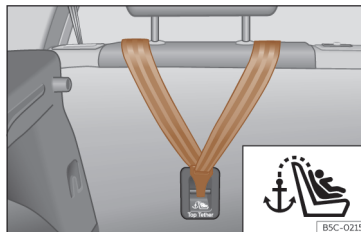
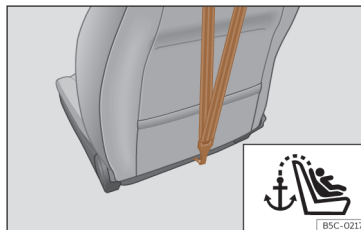

Fig. 40 Parte posterior dos bancos traseiros: fixação para o cinto Top Tether.
Fig. 41 Parte posterior do encosto do banco do passageiro: fixação para o cinto Top Tether (não está disponível em todos os mercados).
As cadeiras infantis com sistema Top Tether incluem uma correia adicional para fixação a um ponto de fixação no veículo. Este ponto de fixação encontra-se na parte traseira do encosto do banco traseiro e do passageiro¹⁾ (identificado com o símbolo ) e proporciona maior retenção >>> **Fig. 40**, >>> **Fig. 41**.
- Deslize a correia e fixe-a corretamente na fixação da parte posterior do encosto >>> **Fig. 40** , >>> **Fig. 41.**